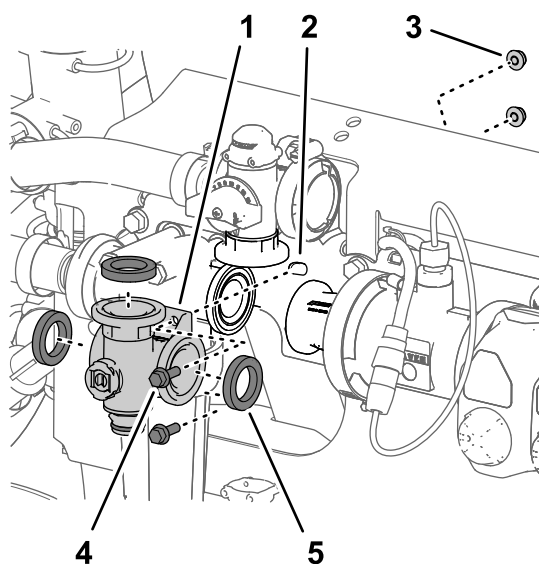

Figura 124
3. Retire los 2 pernos con arandela prensada ($\frac{1}{4}$ " x $\frac{3}{4}$ ") y las 2 contratueras prensadas ($\frac{1}{4}$ ") que sujetan el distribuidor de la válvula de agitación al soporte de la válvula (Figura 124).
4. Retire el distribuidor de la válvula de agitación y las juntas de la máquina (Figura 124).